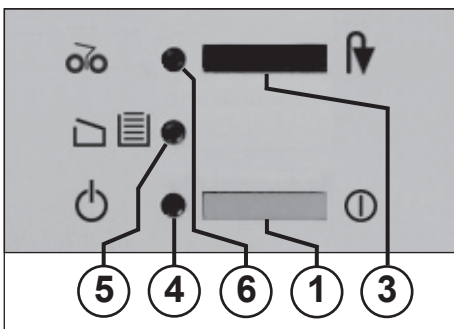

Fig. 1
- 3 = Pulsador (fig. 1)**
- 4 = Indicación de control (fig. 1)**
- 5 = Indicación de control (fig. 1)**
- 6 = Indicación de control (fig. 1)**
b) se acciona el pulsador (3) con el mecanismo de corte en marcha. El mecanismo de corte se desconecta y se para.
- Conectar la máquina mediante el pulsador (1) (fig. 1). Se ilumina la indicación de control (4) (fig. 1).
La máquina se desconecta en cuanto la bolsa recogedora esté llena. La indicación de control „Recipiente lleno“ / „Puerta abierta (5) (fig. 1) **parpadea**. Para mostrar el mecanismo de corte parado se ilumina al mismo tiempo la indicación de control „Atasco de papel“ / „Parada“ (6).
- Introduzca el marco deslizante junto con la bolsa recogedora y cierre la puerta. El indicador de control (5) (Fig. 1) se apaga.
- Accionar por un instante el pulsador „Retrosceso“ / „Parada“ (3). El mecanismo de corte tritura el resto que se ha quedado en la apertura de alimentación y, a continuación, se desconecta. La indicación de control (6) se apaga. A continuación se puede seguir con la trituración.